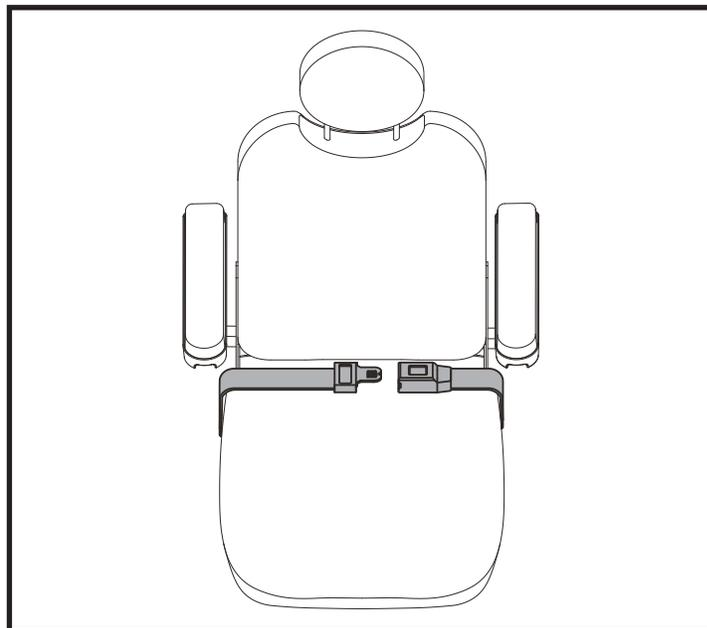

Figure 16. Ceinture de positionnement
Voir la figure 16. La ceinture de positionnement, réglable, a été conçue pour soutenir et empêcher tout glissement vers le bas ou vers l'avant une fois assis. La ceinture de positionnement n'a pas été conçue pour être utilisée comme ceinture de sécurité.
1. Prenez place sur le siège, insérez la patte métallique d'un côté dans le boîtier de la boucle du côté opposé jusqu'à ce que le «clic» se fasse entendre. **Voir la figure 16.**